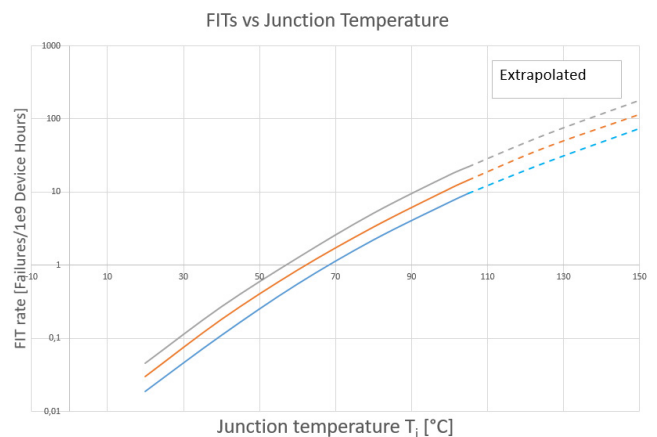

图 6：温度延展到150°C时的典型失效率
- **可靠性：**随着温度升高，硅器件的可靠性以非线性的方式急速下降，可参考阿列纽斯等式。图6表示NXP处理器在高达105°C范围内的典型FIT（失效率）。将曲线延伸到150°C，器件的可靠性与105°C时相比降低了10倍。目标应用必须能允许上述可靠性的下降。